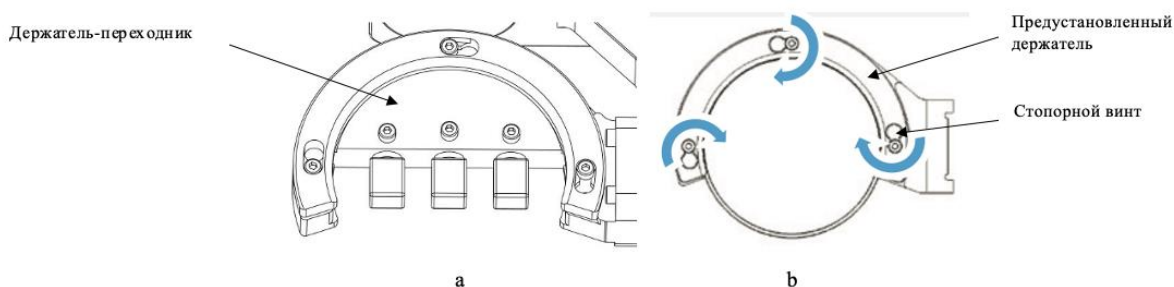

Рисунок 14
2. В ручном режиме нажмите кнопку «FIRST REFERENCE» (ПЕРВАЯ ТОЧКА ОТСЧЕТА). Все оси автоматически переместятся в положение, подходящее для установки/снятия обрабатываемой заготовки. Закрепите в предустановленном держателе держатель-переходник (см. рисунок 14 – а) или обрабатываемую заготовку напрямую (б) и затяните стопорные винты. Рекомендуемый крутящий момент для затягивания винтов: 3 Н*м.